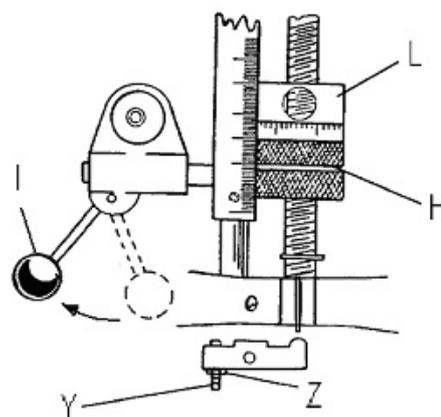

Рис. 10
Ослабьте контргайку (Z, рис. 10). Введите в зацепление рычаг подачи сверления (I). Установите регулировочную гайку глубины сверления (H) против концевого упора (L). Медленно поворачивайте регулировочный винт до тех пор, пока рычаг подачи сверления (I) не выйдет из зацепления.